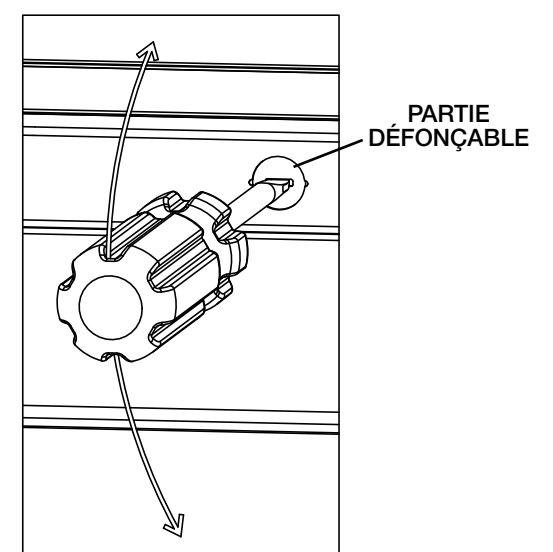

FIG. 3
7. Placer le luminaire à l'endroit souhaité pour l'installation et serrer les vis de montage dans la surface de l'armoire jusqu'à ce que le luminaire soit bloqué. Si les vis sont difficiles à installer, marquer des repères pour les trous et percer des trous pilotes de 1/16 po maximum (voir FIG. 3).